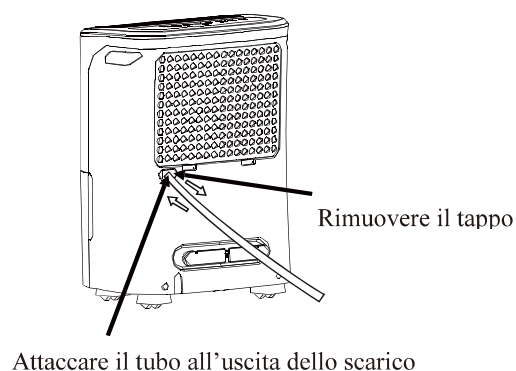

Fig.7
- Rimuovere il tappo dall'uscita per il tubo di drenaggio posteriore. Attaccare un tubo di drenaggio (ID = 13.5 mm) e posizionarne l'altra estremità su uno scarico nel pavimento o un'altra soluzione di drenaggio (v. Fig. 7).